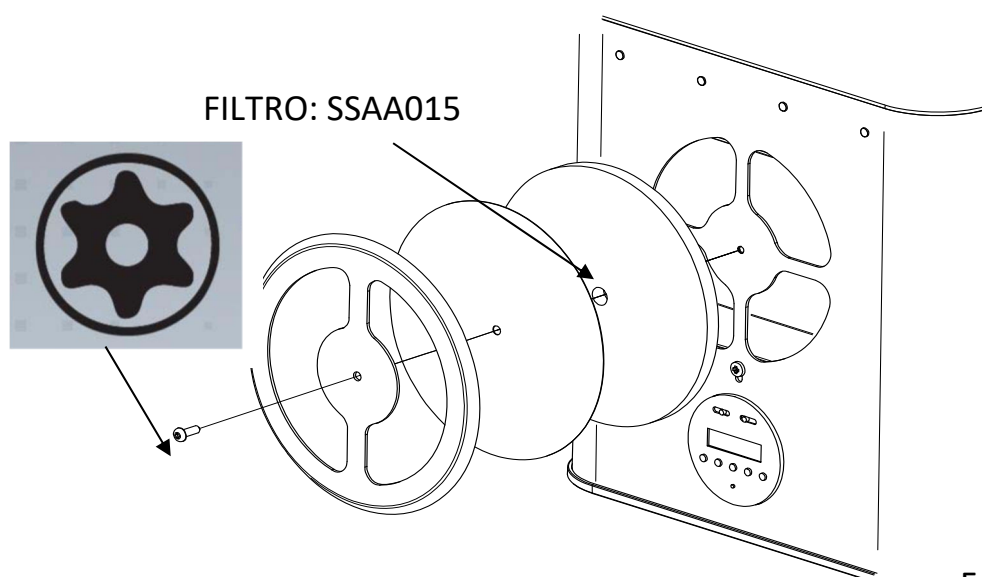

Fig.7
2. Extraiga la parte delantera de la boquilla donde se encuentra el filtro. (Fig.7).
4. Coloque de nuevo la parte delantera de la boquilla, en el orden mostrado en la Fig.7.